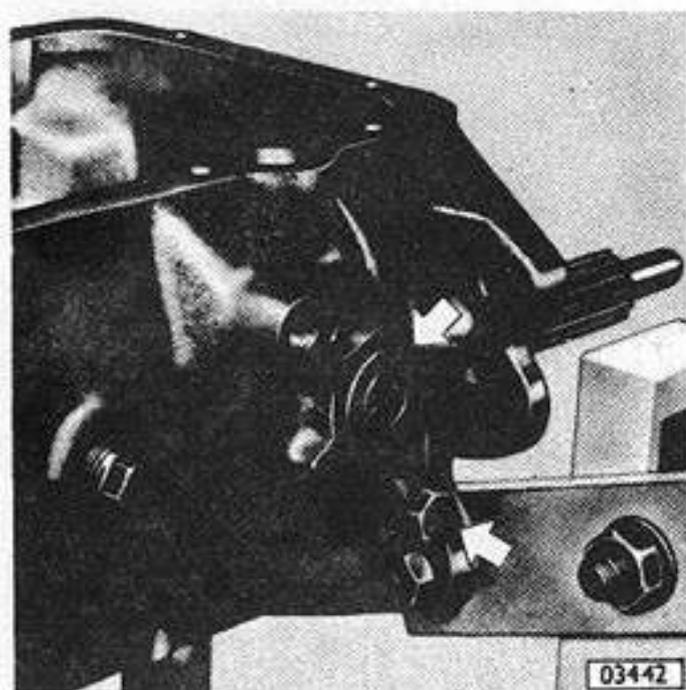

Fig. 29 - Bulón con retén colocado
**NOTA:** El alojamiento roscado del lado del tapón de llenado de aceite, va cerrado con un bulón y retén (Fig. 29).